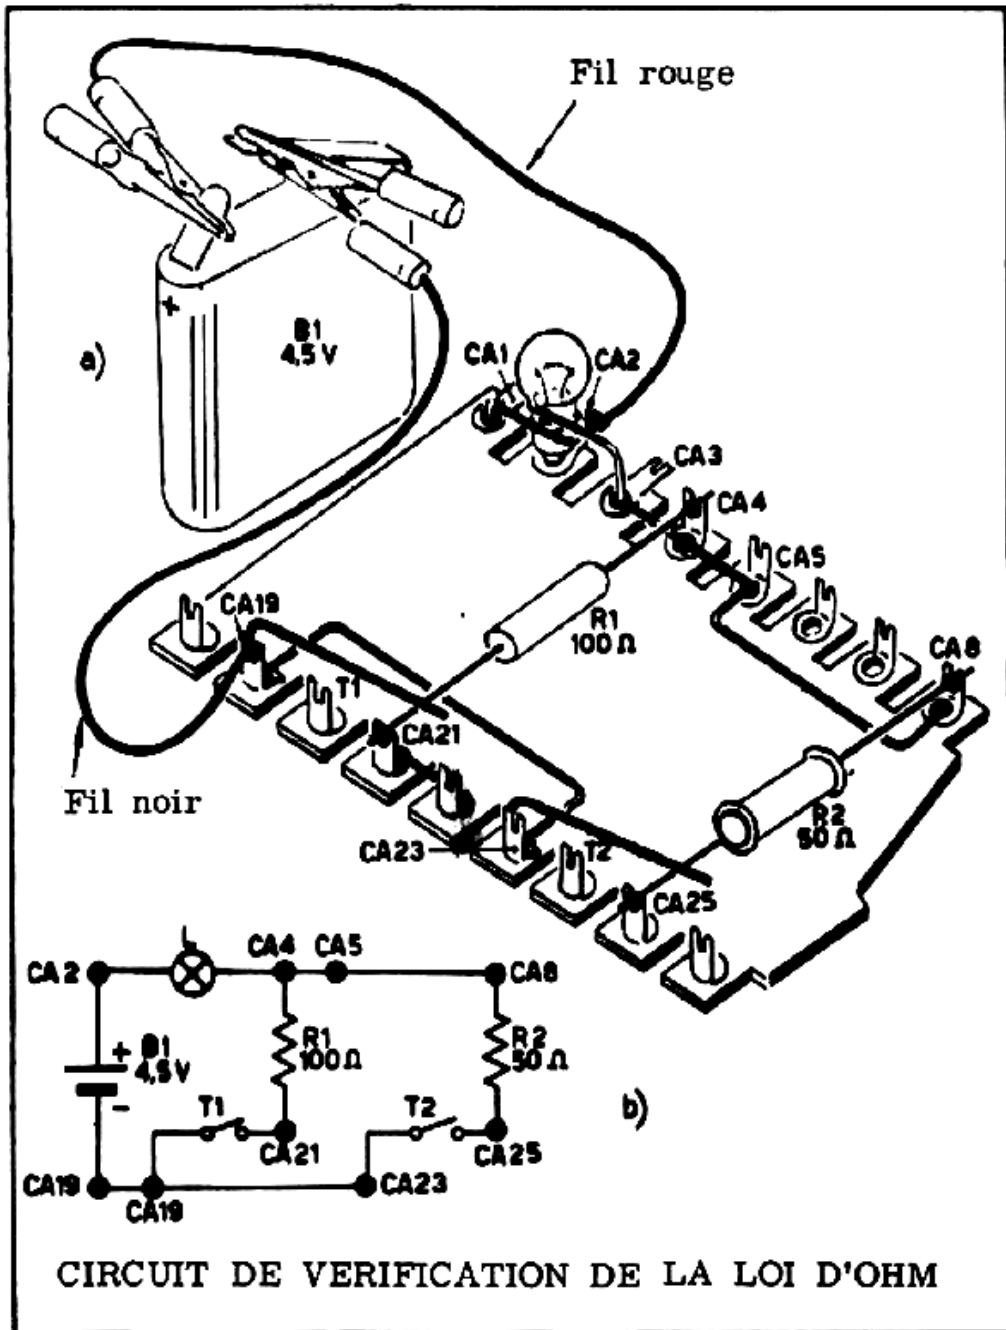

Figure 6
e) Coupez un morceau de fil isolant noir d'une longueur de 5 cm et placez-le comme indiqué *figure 6* entre les oeillets des cosSES CA5 et CA8 ; soudez sur les deux oeillets.
g) Coupez un morceau de fil isolant noir de 6 cm de long, et placez-le comme indiqué *figure 6* entre les oeillets des cosSES CA19 et CA23 ; soudez sur ces deux points.
Le montage est terminé ; le circuit complet est représenté par le schéma pratique *figure 6 - a* et le schéma électrique *figure 6 - b*.